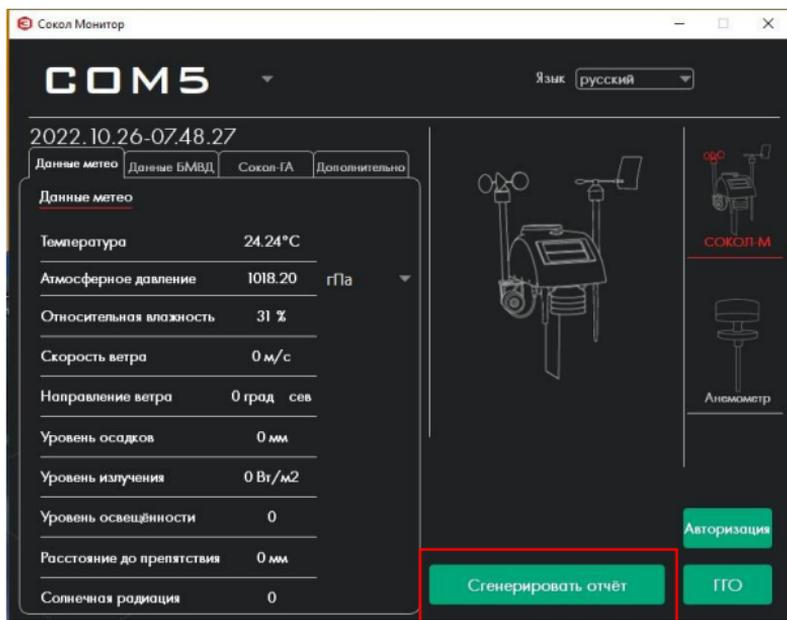

Рисунок 13 - Окно ПО SokolMeteo - Monitor.
7.5.4 Далее для отображения данных необходимо нажать кнопку «Сокол – М» (Рисунок 13), после чего появятся метеорологические данные, полученные с измерителя (температура, атмосферное давление, влажность).